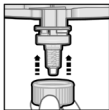
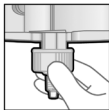

Fig. 3
Fig. 4.1
5. Se il puntale di miscelazione è posizionato correttamente (Fig. 3), spingere l'Anello di Fissaggio Dynamix sul puntale di miscelazione fino al punto di arresto e ruotarlo verso destra (1/4 di giro), finché non si blocca (Fig. 4.1, 4.2, 5).